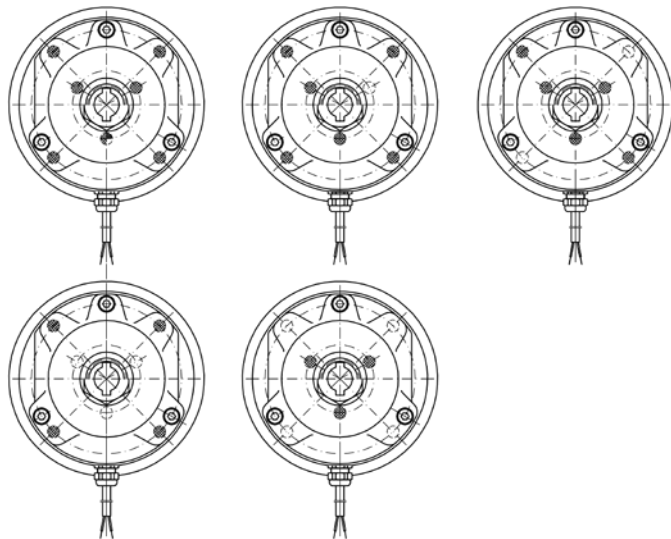

Рис. 7.1. Размещение пружин - пружинные тормоза ES(X)010A...ES(X)200A
Путем изменения количества пружин (см. рис. 7.1) в корпусе с магнитными полюсами (1) можно создавать различные тормозные моменты (см. Технические данные тормозов).